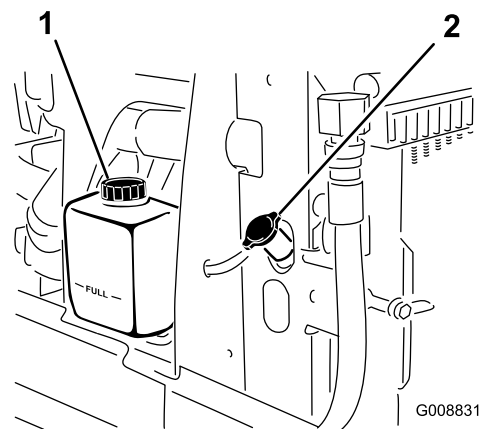

図 78
1. ラジエーターと補助タンクのふた (図 78) を注意深く開ける。